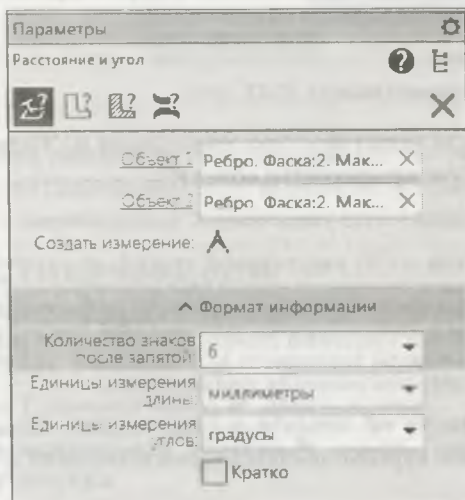

Рис. 23.19. Панель **Параметры: Расстояние и угол**
- ♦ вызовите команду **Расстояние и угол**. На панели **Параметры: Расстояние и угол** (рис. 23.19) в **Заголовке** присутствуют все команды группы;